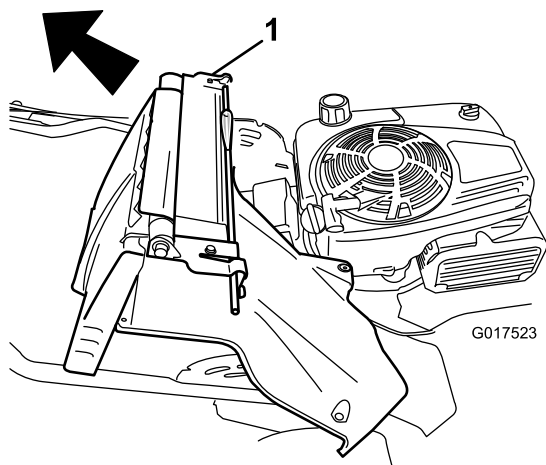

Figure 34
7. Déposez l'ensemble déflecteur arrière et levier de verrouillage de la poignée (Figure 34).